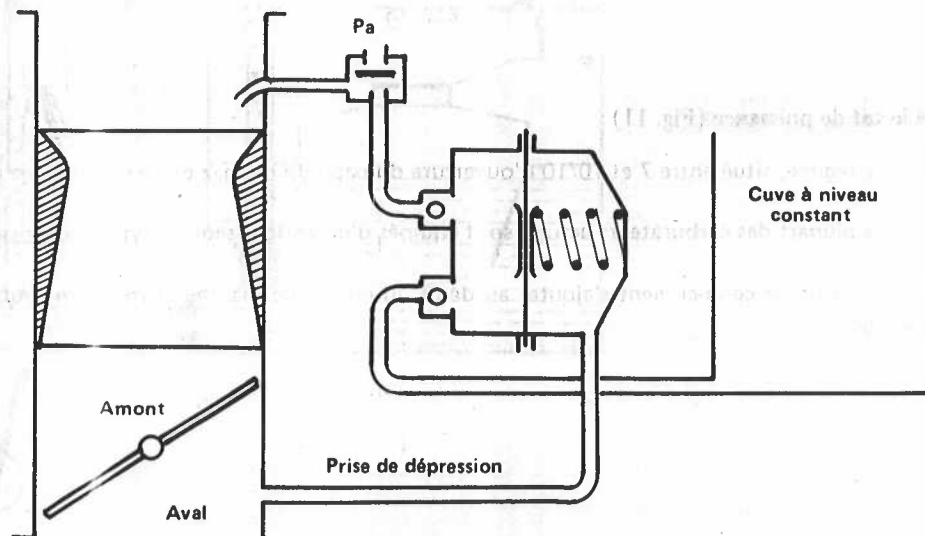

Fig. 9 - Pompe à dépression.
a) Pompe à dépression (Fig. 9) :